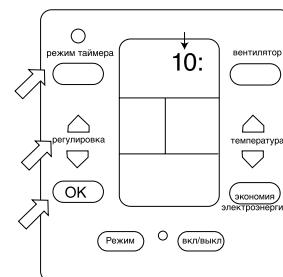

Рис. 5
- Когда светится **CLOCK**, отображается время в часах. Если в этот момент нажать на кнопку “**Time adjust**”, то можно установить время (**Рис.5**).